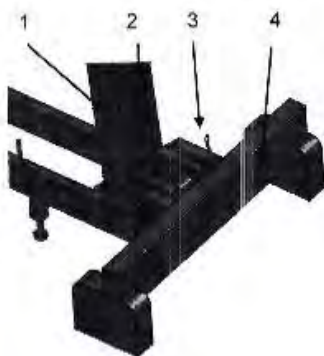

Рисунок 4.
- Поднимите мачту в вертикальное положение относительно основания, вставьте шпильку (гайку), чтобы зафиксировать обе части, затем закрепите их пружинным штифтом (рисунок 4).